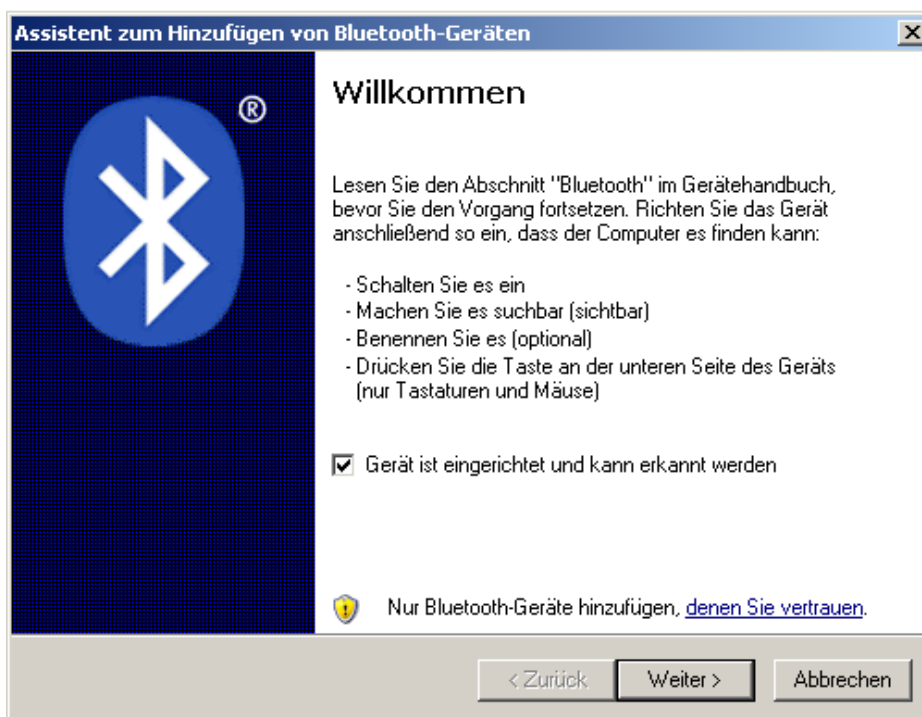

Рис. 1-6. Подтверждение готовности VAS 5054A
1. В меню управления системы открыть раздел *Bluetooth-Geräte* (Устройства Bluetooth). Открыв закладку *Geräte* (Устройства), приступить к поиску доступных устройств Bluetooth. Необходимо убедиться, что VAS 5054A подключён к диагностическому разъёму автомобиля и на него подано питание. Нажать на **Hinzufügen...** (Дополнительно...). Отметить в следующем диалоговом окне *Gerät ist eingerichtet und kann erkannt werden* (Устройство настроено и может быть обнаружено) (см. Рис. 1-6), перед тем как нажать на **Weiter** (Далее).